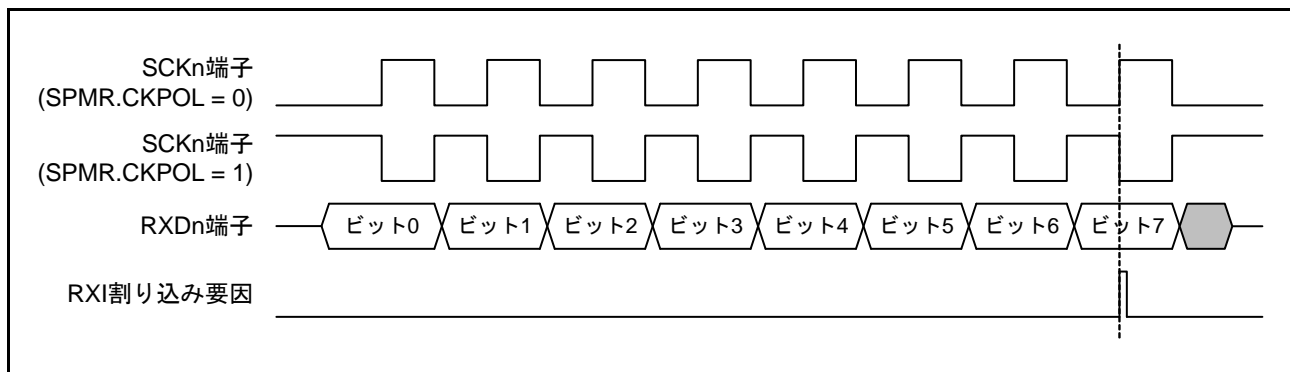

図 28.80 簡易 SPI モード (クロック遅れあり) RXI 割り込み発生タイミング
- クロック遅れあり設定 (SPMR.CKPH ビット=1) の場合、図 28.80 に示すように SCKn 端子の最終クロックエッジ手前のクロックエッジで受信データフル割り込み (RXI) が発生します。このとき、SCR レジスタの TE、RE ビットを SCKn 端子の最終クロックエッジより前に“0”に設定すると SCKn 端子出力がハイインピーダンスとなり、最終送受信クロックのクロックパルス幅が短くなります。また、RXI 割り込み後、SCKn 端子の最終クロックエッジより前に接続先スレーブに対する SSn# 端子入力信号を High にするとスレーブが誤動作する可能性があります。